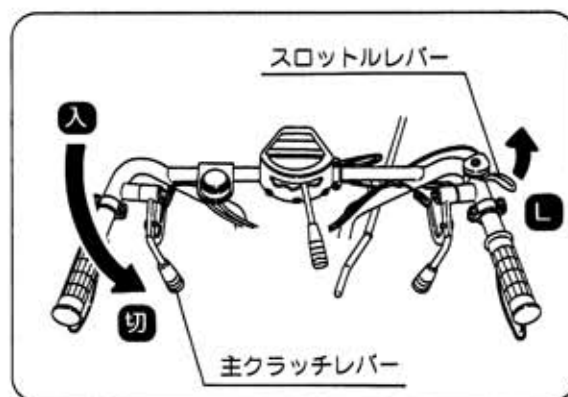

図22
- ① 主クラッチレバーを〔切〕位置にすると、機体は停止します。(図22)
- ② スロットルレバーを〔低・L〕位置にします。(図22)